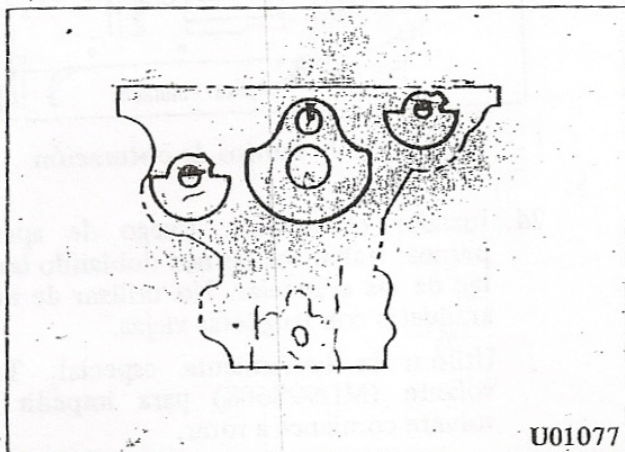

Fig. 77 Posiciones de los pesos de compensación y de los árboles compensadores
15. Colocar los pesos de compensación y los árboles compensadores tal como se muestra en la Fig. 77.